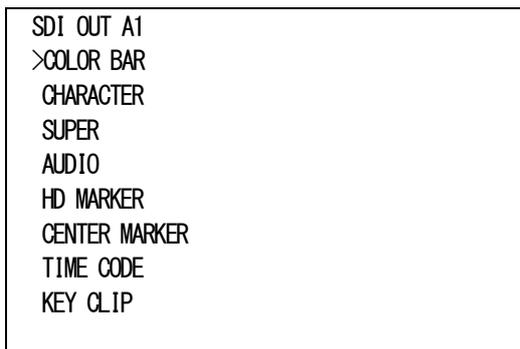

図4-2 オンスクリーンメニュー(SDI OUT A1例)
- 1) メインメニューで「SDI OUT A1~B2[SDA1~SDB2]」を選択し、**ENTER** ボタンを押すと図4-2または4-3のような設定メニューが表示されます。